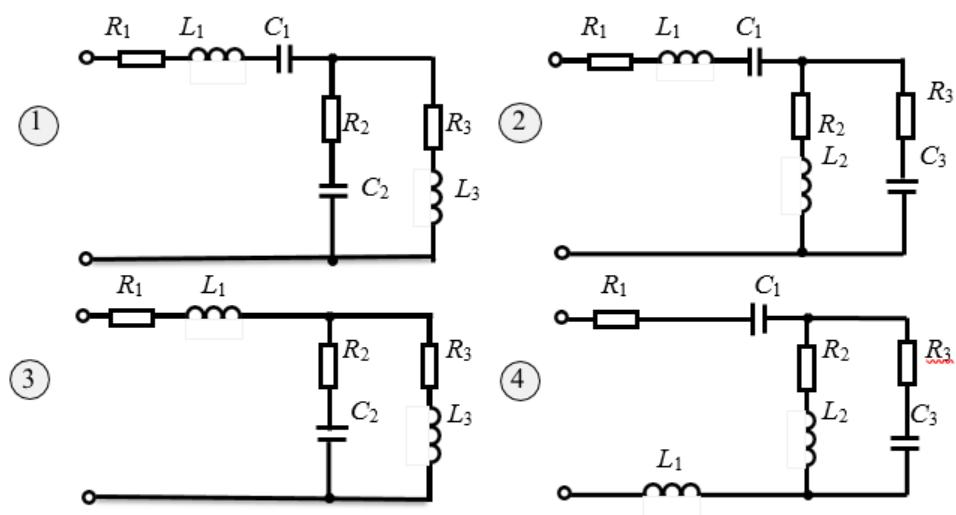

Рис.2. Схемы к задаче 2 |
5. Числовые данные приведены в табл. 2, схемы показаны на рис. 2.